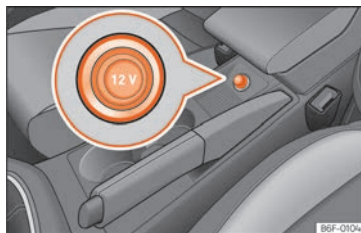

Fig. 121 Prise de courant avant.
- Retirez le cache de la prise de courant situé sur la console centrale » » fig. 121.